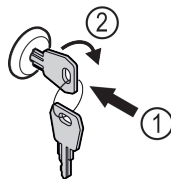

Fig. 190
▶ Zatlačte kľúč. Fig. 190 (1)
▶ Otočte kľúč o 90° v smere hodinových ručičiek. Fig. 190 (2)